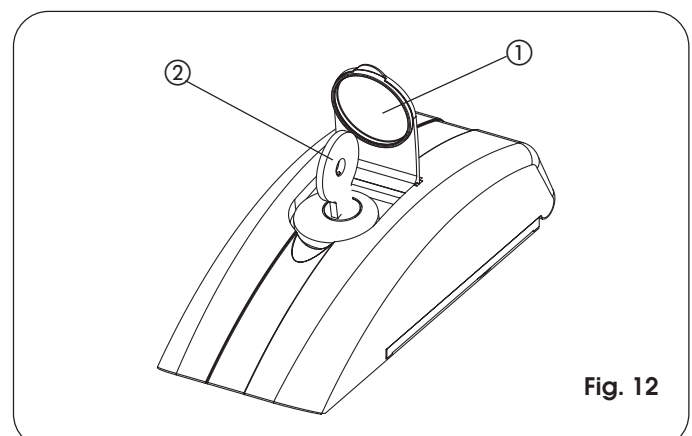

Fig. 12
- Die Schutzkappe anheben (Abb. 12, Bez. ①) und den entsprechenden, im Lieferumfang enthaltenen Schlüssel einföhren (Abb. 12 Bez. ②).